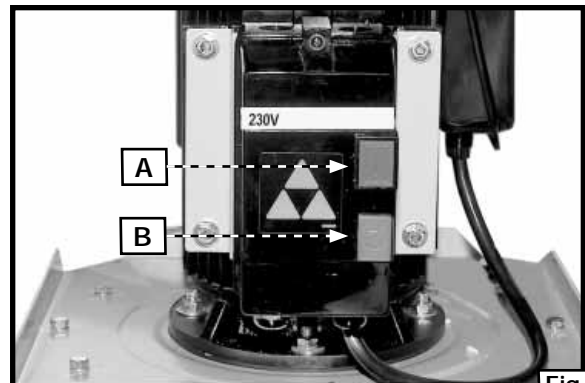
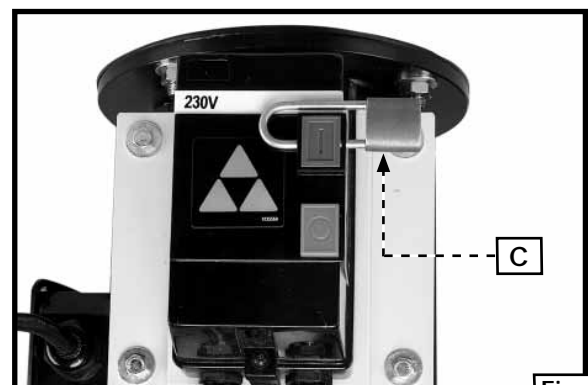

Fig. 19
Fig. 20
Los botones para encender y apagar la unidad (A) y (B) Fig. 19 están ubicados en la parte delantera de la caja del motor. Para encender la máquina, oprima el botón "ENCENDIDO" (ON) (A).
IMPORTANTE: Cuando la máquina no esté en uso, el botón "ENCENDIDO" (A) Fig. 19 debe estar bloqueado para evitar el uso no autorizado con un candado (C) Fig. 20 y una argolla de 4,763 mm (3/16") de diámetro a través del orificio que está junto al botón.